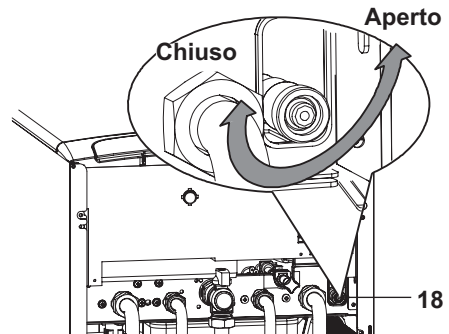

Fig. 9.3
- Allentare il rubinetto di svuotamento caldaia 18 indicato in Fig. 9.3 .